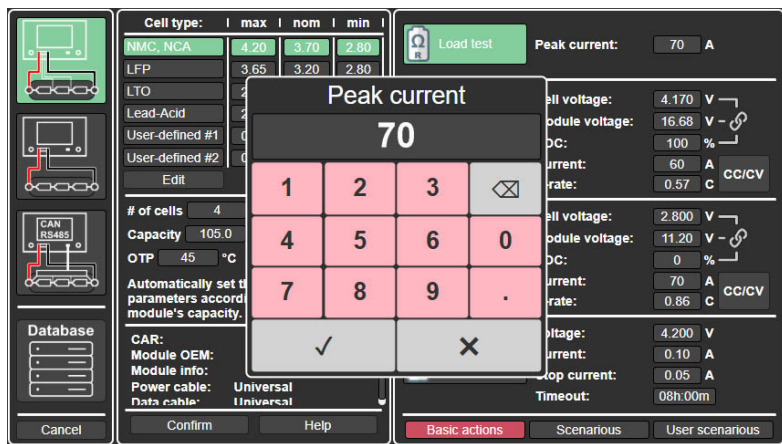

Рисунок 19
- 4) Значение тока во время теста (подробнее см. далее раздел 6.4.1). Нажатие на значение тока откроет окно, в котором данное значение можно изменить (см. рис. 19).